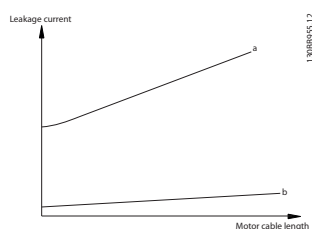

Рисунок 3.28 Влияние длины кабеля и мощности на ток утечки.
- мощность преобразователя частоты (см. Рисунок 3.28)